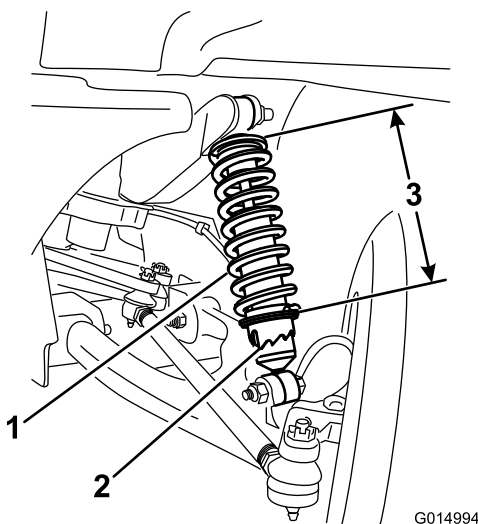

Figura 31
- A. Utilizando a ferramenta Toro6010, rode o anel no amortecedor para alterar o comprimento da mola (Figura 31).